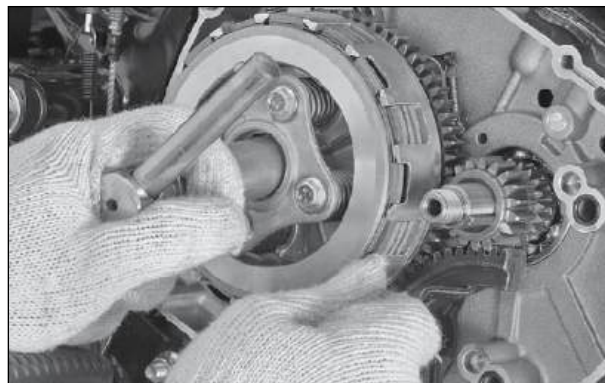

Fig. 3.9
- Usando a ferramenta especial, solte totalmente a porca do eixo da embreagem. (Fig. 3.9)